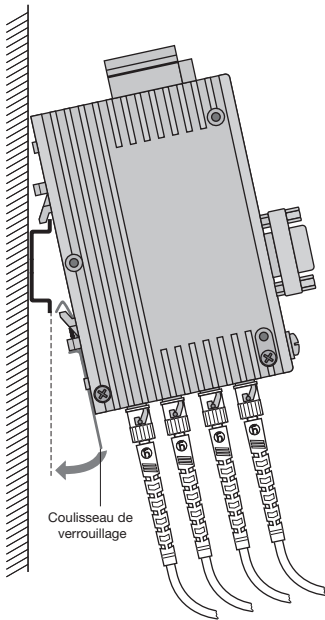

Fig. 9: Montage de l'Interface sur un rail DIN
- ▶ Suspendre le crochet de verrouillage supérieur de l'Interface dans le rail DIN et exercer une pression sur la partie inférieure du profilé, de la manière indiquée sur la figure 9, jusqu'à ce qu'il s'enclenche.